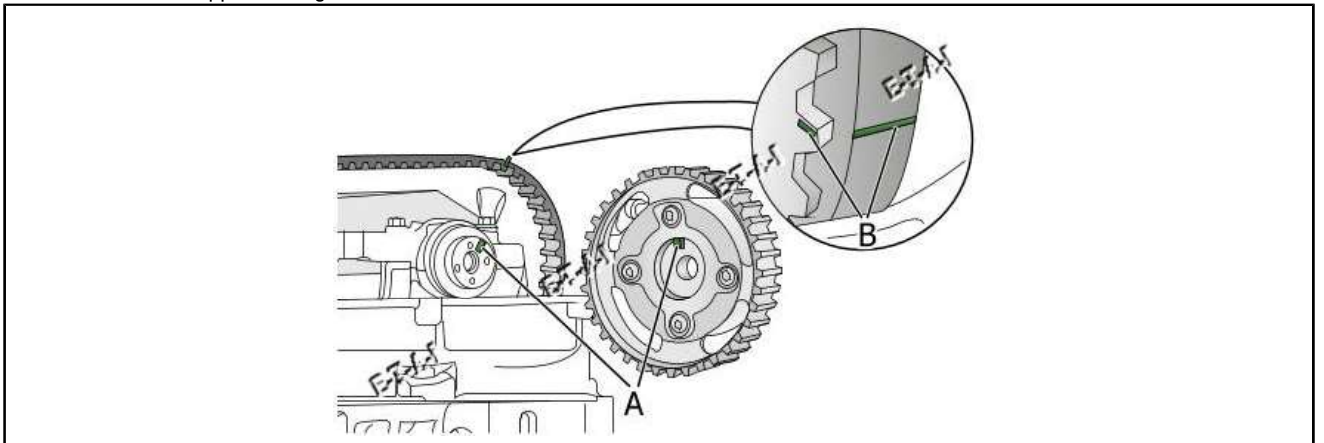

Fig.20
- Arbre à cames d'échappement:Fig.20